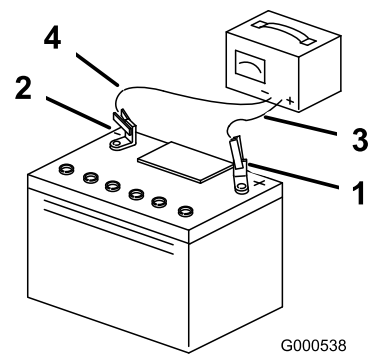

Figura 51
4. Cuando la batería esté completamente cargada, desconecte el cargador de la toma de electricidad, luego desconecte los cables del cargador de los bornes de la batería (Figura 51).